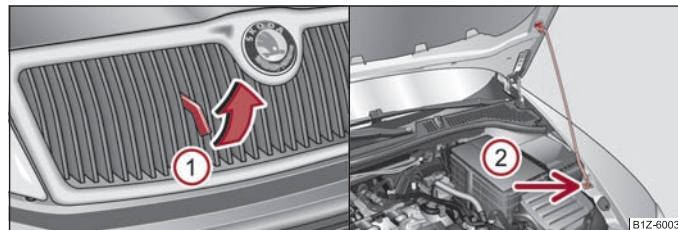

Fig. 13 Grilajul radiatorului: Maneta de deblocare / Asigurarea capotei motorului cu tija de susținere
- Trageți maneta de deblocare în sensul indicat de săgeata ① ⇒ fig. 13, capota motorului se descuie. ▶
- Scoateți tija de susținere din suport și introduceți-o în orificiul ② din capotă.